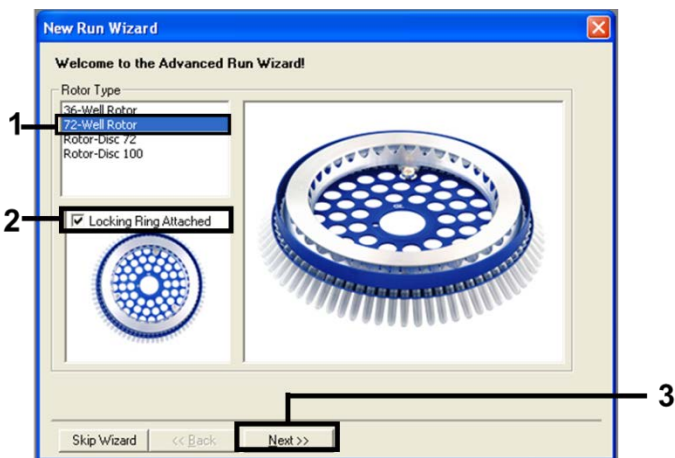

Figura 1. A caixa de diálogo “New Run Wizard” (Assistente de nova execução).
3. Selecione o “72-Well Rotor” (Rotor de 72 poços) como tipo de rotor. Certifique-se de que o anel de travamento esteja fixado e marque a caixa Locking Ring Attached (Anel de travamento fixado). Clique em Next (Próximo) (Figura 1).